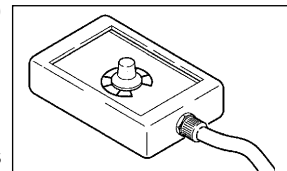

Abb. 6
2.2.2 Potentiometer-Fernsteuerung RC16 für MMA- und WIG-Schweißen (Abb. 6)